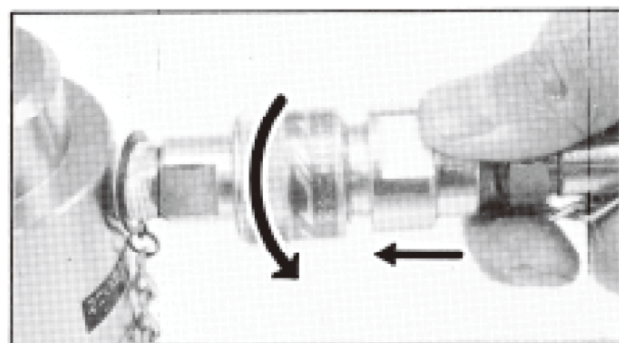

図 1
3.1 戻しハンドルを左(←DOWN-)にまわしたのち、油圧ホース先端の雄カップラをシリンダの雌カップラに確実に接続します。(図1)